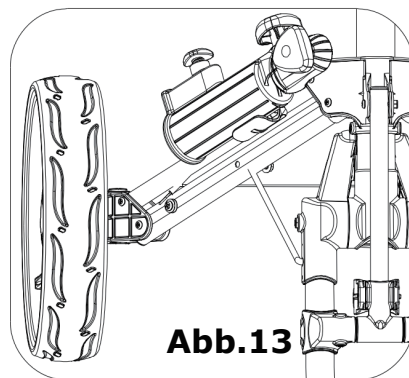

Abb.13
13. Zum Verstauen: Befestigen Sie den Schirmhalter wie in Abb. 13 gezeigt an der Ablage am rechten Fußgestell.